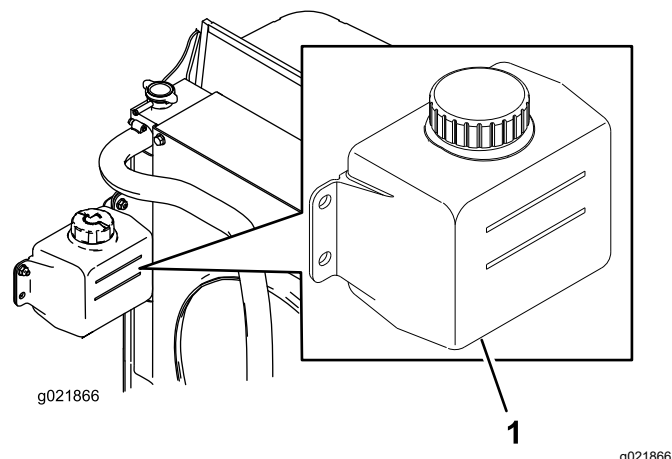

Figura 63
1. Compruebe el nivel de refrigerante en el depósito de expansión (Figura 63).